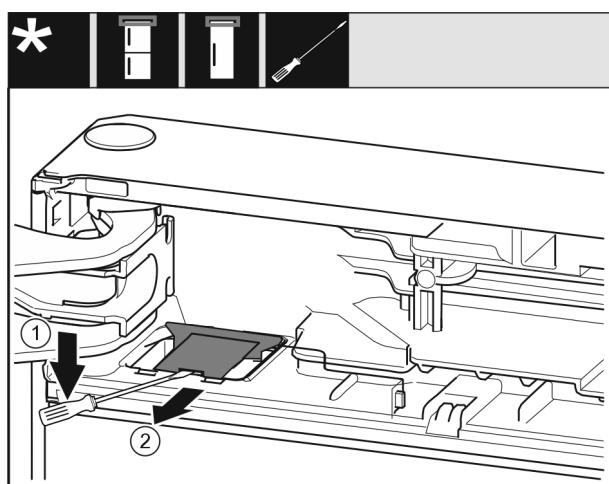

Fig. 12
- 使用带槽螺丝刀松开盖板 Fig. 12 (1)。
- 取出盖板 Fig. 12 (2)。